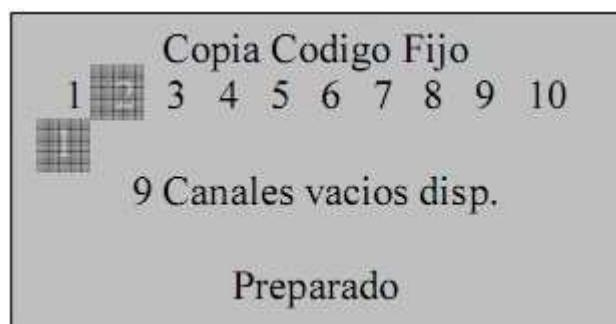

Fig.17
- Colocar o comando original na “Test Area”, e pulsar o botão que queremos copiar, até que a HCD900 emita um “BIP”, indicando que a leitura foi feita correctamente (fig.17);